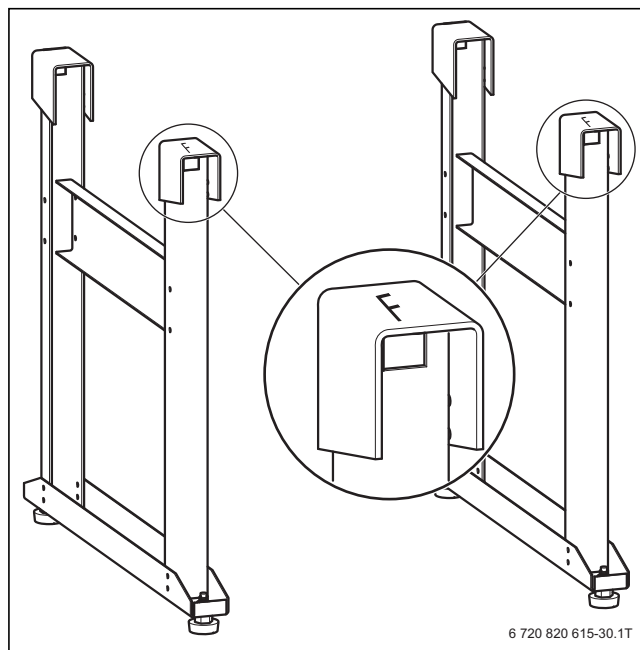

Bild 34 Kennzeichnung F an den BefestigungsfüÙen
- ▶ Montagerichtung des Gestells beachten: Die Seite, an der ein „F“ in die BefestigungsfüÙe gestanzt ist, muss mit der Ausblasseite übereinstimmen (→ Bild 34).